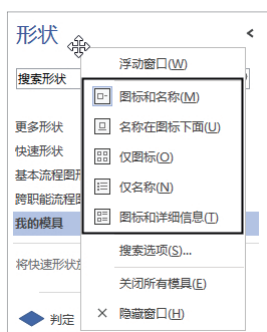

图 3-24 选择形状的显示方式（方法一）
- 右击“形状”窗格的顶部，在弹出的菜单中选择形状的显示方式，如图 3-24 所示。